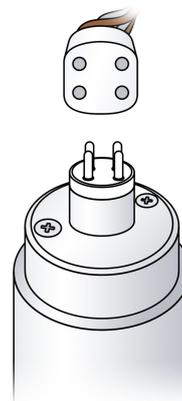

図3
- サイドアクセスカバーを外す(ネジを時計回りまたは反時計回り90度回転させる)。(図3)
- ランプコネクタをUVランプの端子に接続します。コネクタがピンと正しく位置合わせされていることを確認してください(前ページの図3参照)。